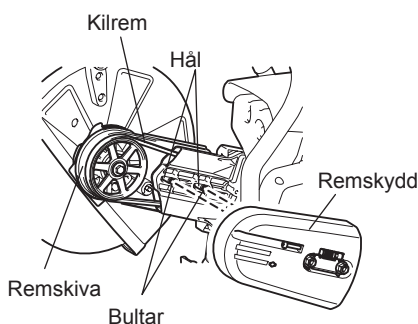

Fig. 6
- Vänd på den borttagna kaptillsatsen, passera bulten genom hålet och montera den på nytt i riktning B. Montera kilremmen på drivremmen igen. (Fig. 6)